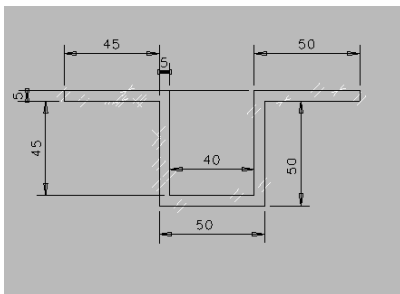

图 4-2 绘制截面草图
3. 绘制截面草图。单击图标面板中的 Polylines 按钮 ，绘制一个封闭折线框，形状如图 4-2 所示。